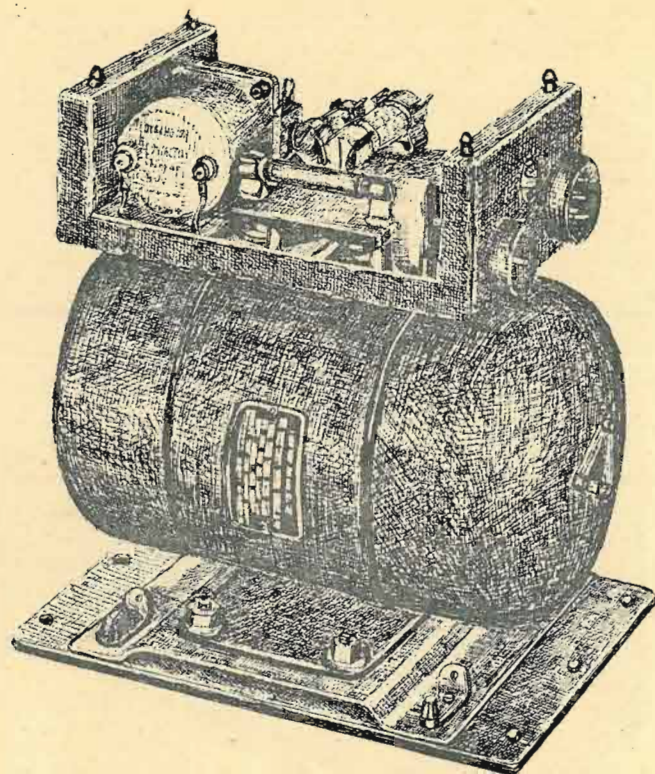

Fig. 8 — Il survoltore BD-77(-).
c. SURVOLTORE BD-77-() (fig. 8). Il Survoltore BD-77-() viene alimentato da una batteria d'accumulatori a 12 Volt e fornisce l'alta tensione al trasmettitore. Esso viene fissato alla base di montaggio FT-107-() mediante 4 ritegni scorrevoli. Sulla sua parte superiore è montata una scatola contenente una valvola fusibile, il relè d'avviamento, un sistema di filtro dei disturbi ed i ricettacoli di terminazione dai quali le tensioni d'uscita ed i circuiti di controllo vengono condotti agli appropriati punti del circuito.